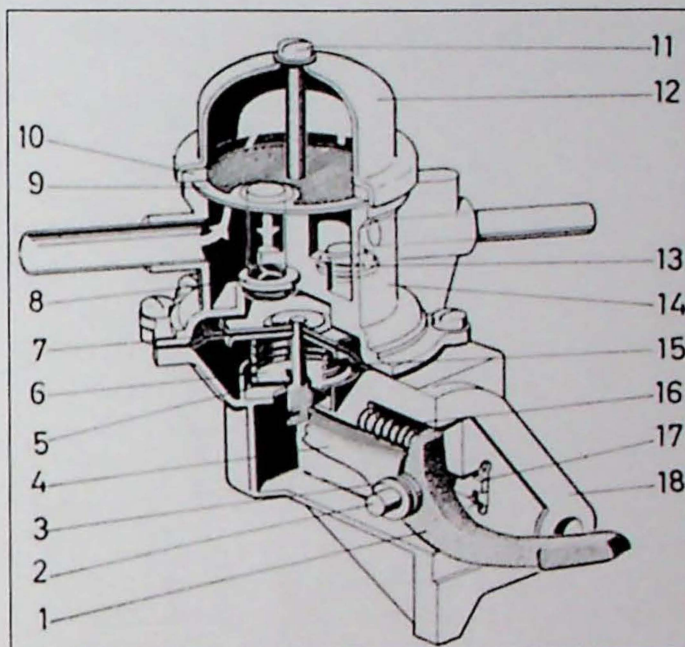

Fig. 3.43. Brandstofpomp type III.
#### Demontage type III (Fig. 3.43)
4. Demonteer de veer (15, Fig. 3.43) door het plaatje (6) zodanig te verdraaien dat het gaatje in het plaatje overeenkomt met het brede einde van de membraamstang.
5. Verwijder de stuikborging voor de ruitser van de tuimelarm (17) en verwijder deze met asje en de hefarm (2 en 4).
1. Zet de geleide arm, tuimelarm en tuimelarmas met de ringen (3) in elkaar.
2. Breng het geleidingssysteem met de retourveer (16) in het huis.
3. Monteer en borg de ruiters in het pomphuis door een stuikborging met een geschikte doorslag (Fig. 3.43).